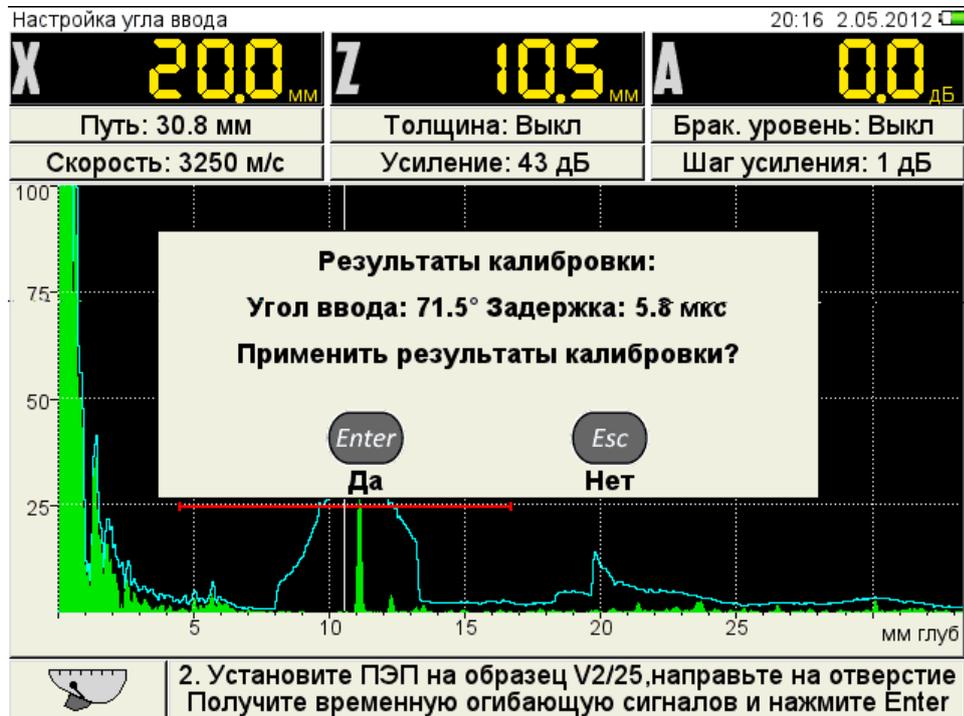

Рисунок 31
–подтвердить принятие результатов калибровки -  или отказаться от результатов калибровки -  (рисунок 31).